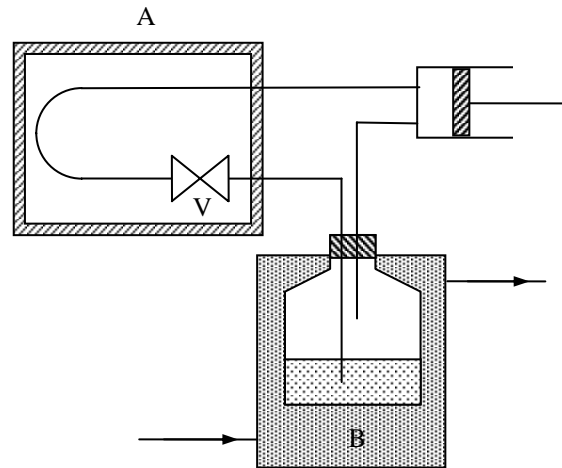

Fig. 4
4°) Pour récupérer, dans la bouteille, le fluide frigorigène à l'état liquide, on refroidit la bouteille au moyen d'une circulation d'eau froide (figure 4).
Le figure 4 donne le schéma de l'appareil. La figure 5 montre le cycle de fonctionnement en coordonnées enthalpie massique - logarithme de la pression absolue, ainsi que le cycle en coordonnées entropie massique - température.
- η_{is} est le rendement isentropique de compression déterminé à l'aide de la courbe de la figure 4.